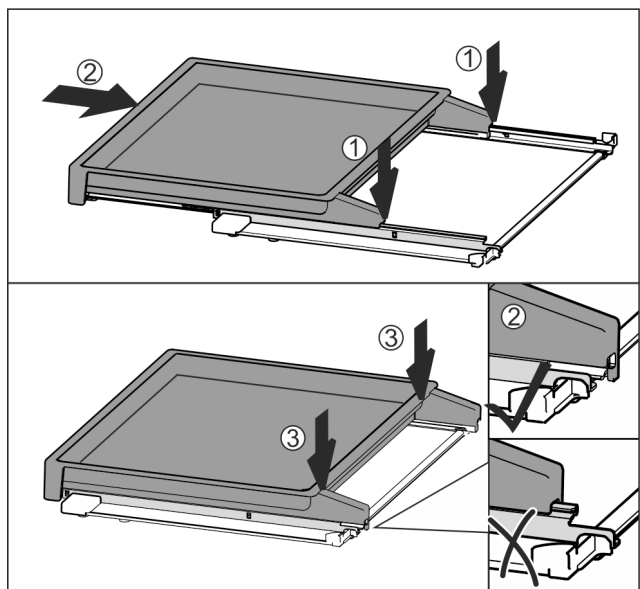

Fig. 97
- ▶ Plateau op het midden van de rails plaatsen Fig. 97 (1).
- ▶ Uitschuifplateau volledig erin schuiven Fig. 97 (2).
- ▶ Tegen de achterkant drukken tot deze hoorbaar vastklikt Fig. 97 (3).